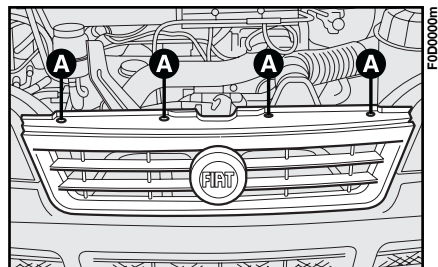

fig. 9
- 1) staccare la griglia anteriore agendo sulle quattro viti **A-fig. 9**;